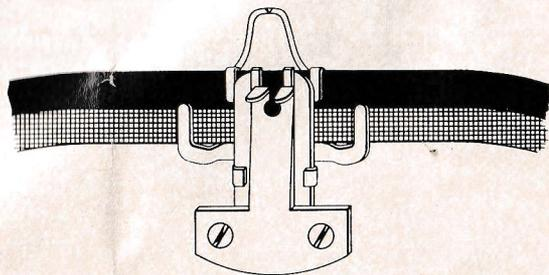

Abb. 7
Zunächst muß die Abdeckhaube (19) abgenommen werden. Ein neues Farbband ist stets so einzulegen, wie es die Abbildung 7 zeigt. Der besseren Zugänglichkeit wegen empfiehlt es sich, hierbei den Umschaltfeststeller (30) in die Dauerumschaltung einzurasten.